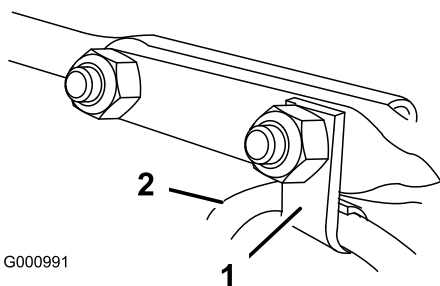

Figura11
6. Introduceți clema de cablu care susține cablul deflector pe șurubul de fixare frontal și fixați șuruburile de fixare cu contrapiulițele aflate în pungă cu accesorii (Figura11).